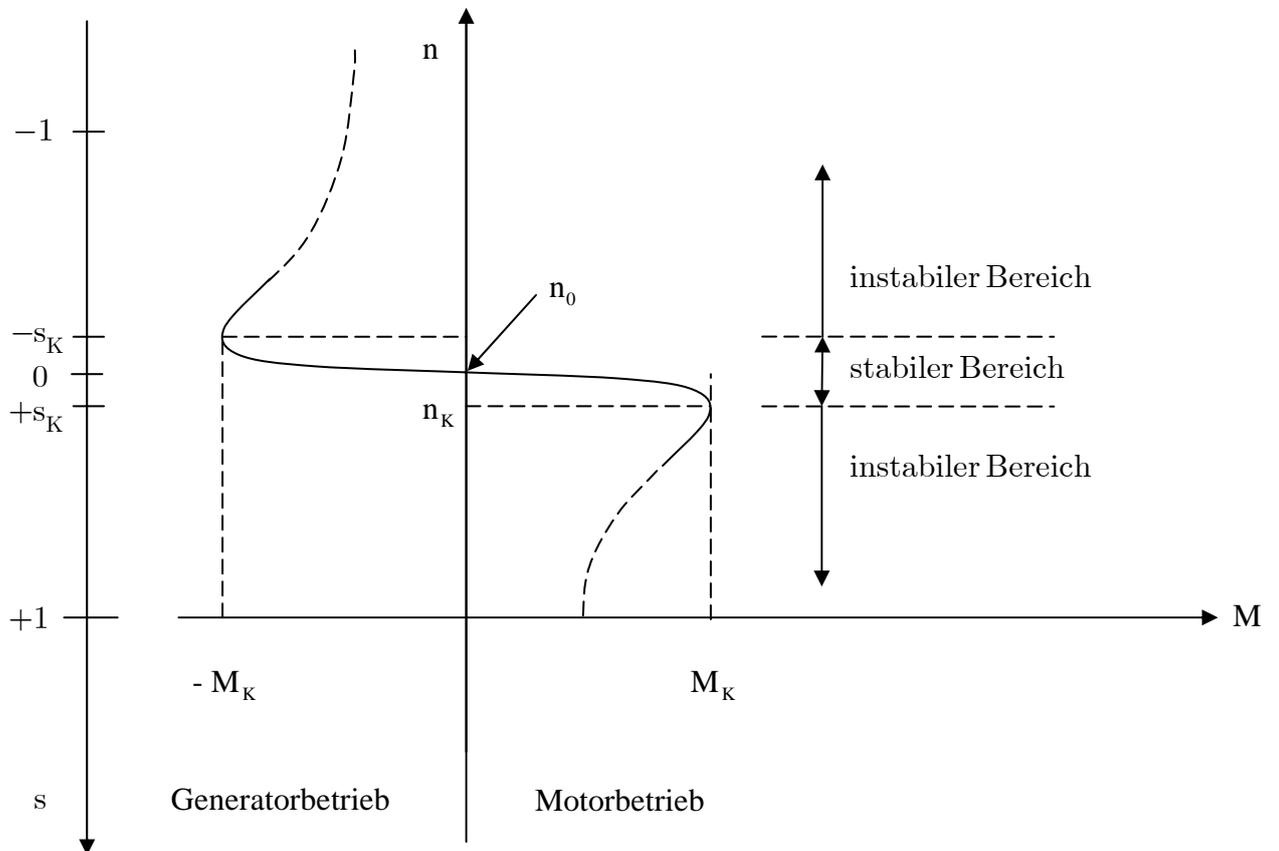

Bild 5
- a) Zwischen Drehmoment M und Drehzahl n (bzw. Schlupf s) besteht der in Bild 5 skizzierte Zusammenhang.
Bei der Ansteuerung von Asynchronmotoren mit Hilfe der Leistungselektronik gelingt es, die Frequenz des Drehfeldes im Ständer zu verändern, um damit die Motordrehzahl bei gleichbleibendem Drehmoment zu steuern. Ziel ist also, die Kennlinie $n = n(M)$ aus Bild 5 entlang der n -Achse zu verschieben.